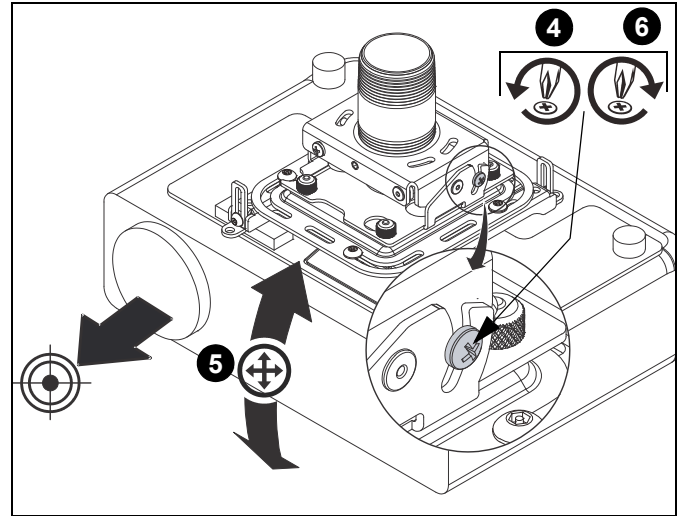

Figura 20
5. Ajuste o ângulo do projetor para a inclinação desejada. (Consulte a Figura 20)